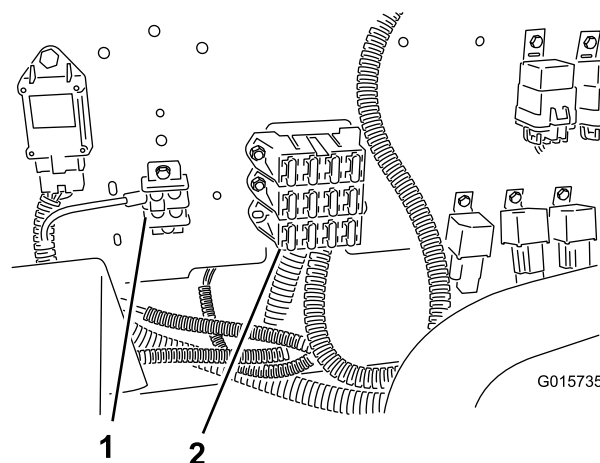

Рисунок 20
4. Определите местонахождение имеющихся блоков предохранителей на машине и установите блок предохранителей, подсоединенный к жгуту проводки, прикрепив его к нижней части блока предохранителей, находящегося над ним (Рисунок 20).
5. Присоедините клемму заземления жгута проводки к клеммной колодке заземления (Рисунок 20).